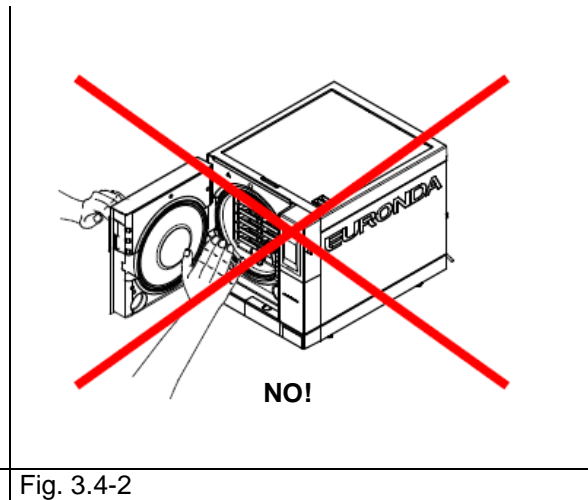

Fig. 3.4-2
2. Când deschideți ușa, nu stați deasupra sau în fața ei, deoarece vă puteți opări de abur (Fig. 3.4-2).